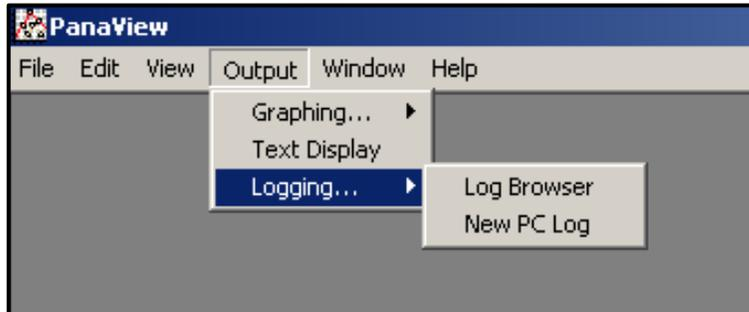
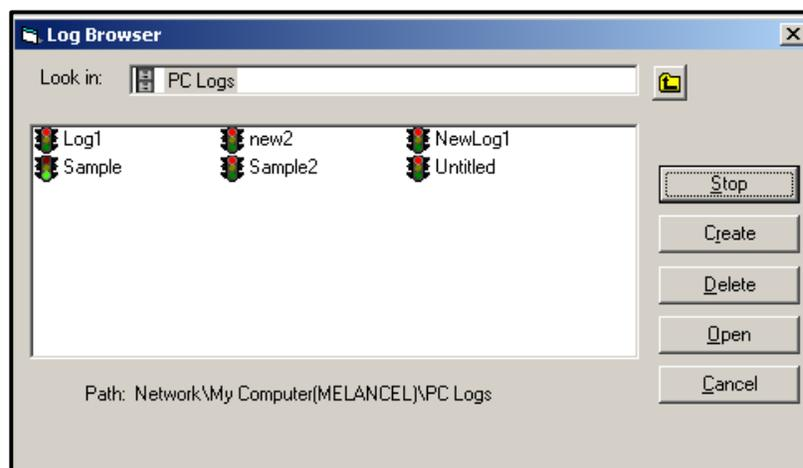

Figura 13: Selecciones en la opción de registro
Figura 23: Selección de un archivo de registro en el navegador de registros
1. Abra el menú *Output (Salida)* (véase la Figura 13) y haga clic en la opción *Logging (Registro)*.
- Despliegue el menú *Salida* (véase Figura 13 en la página 54) y haga clic en la opción *Explorador de registros*. Avance hasta el cuadro de diálogo *Registros de PC* tal y como se ha descrito en secciones anteriores. Aparecerá una pantalla similar a la mostrada en la Figura 23.